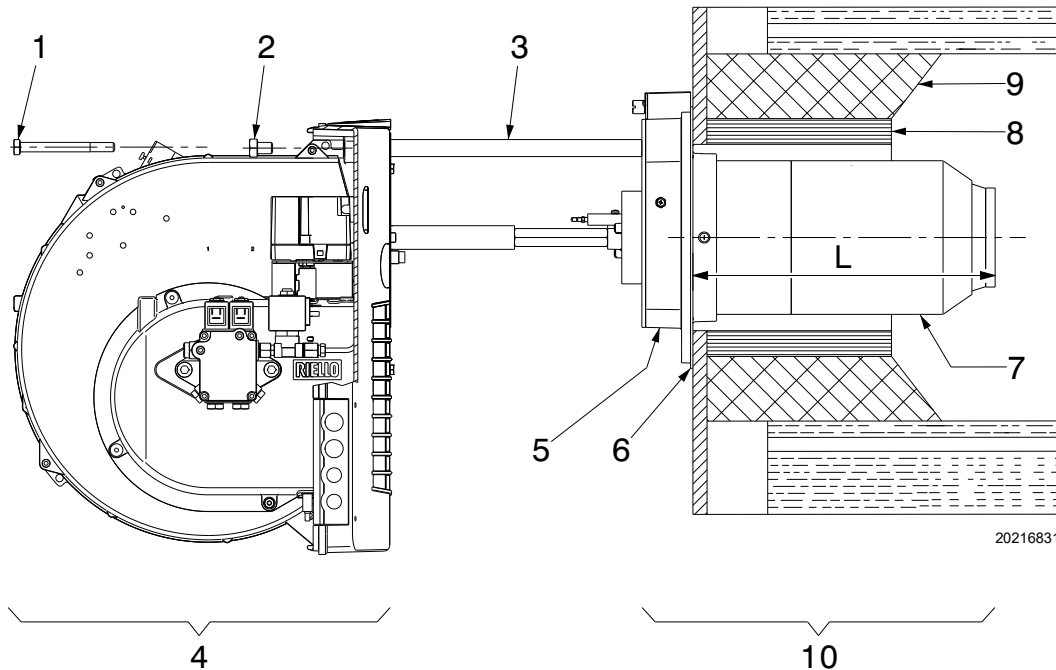

Fig. 10
Eseguire una protezione in materiale refrattario 8)(Fig. 10), tra refrattario caldaia 9) e boccaglio 7).
- Qualora fosse necessario sostituire l'ugello con bruciatore già applicato alla caldaia, aprire il bruciatore sulle guide come in Fig. 10, pag. 13, dopo aver montato le prolunghe 16)(Fig. 5, pag. 10), e procedere come sopra descritto.